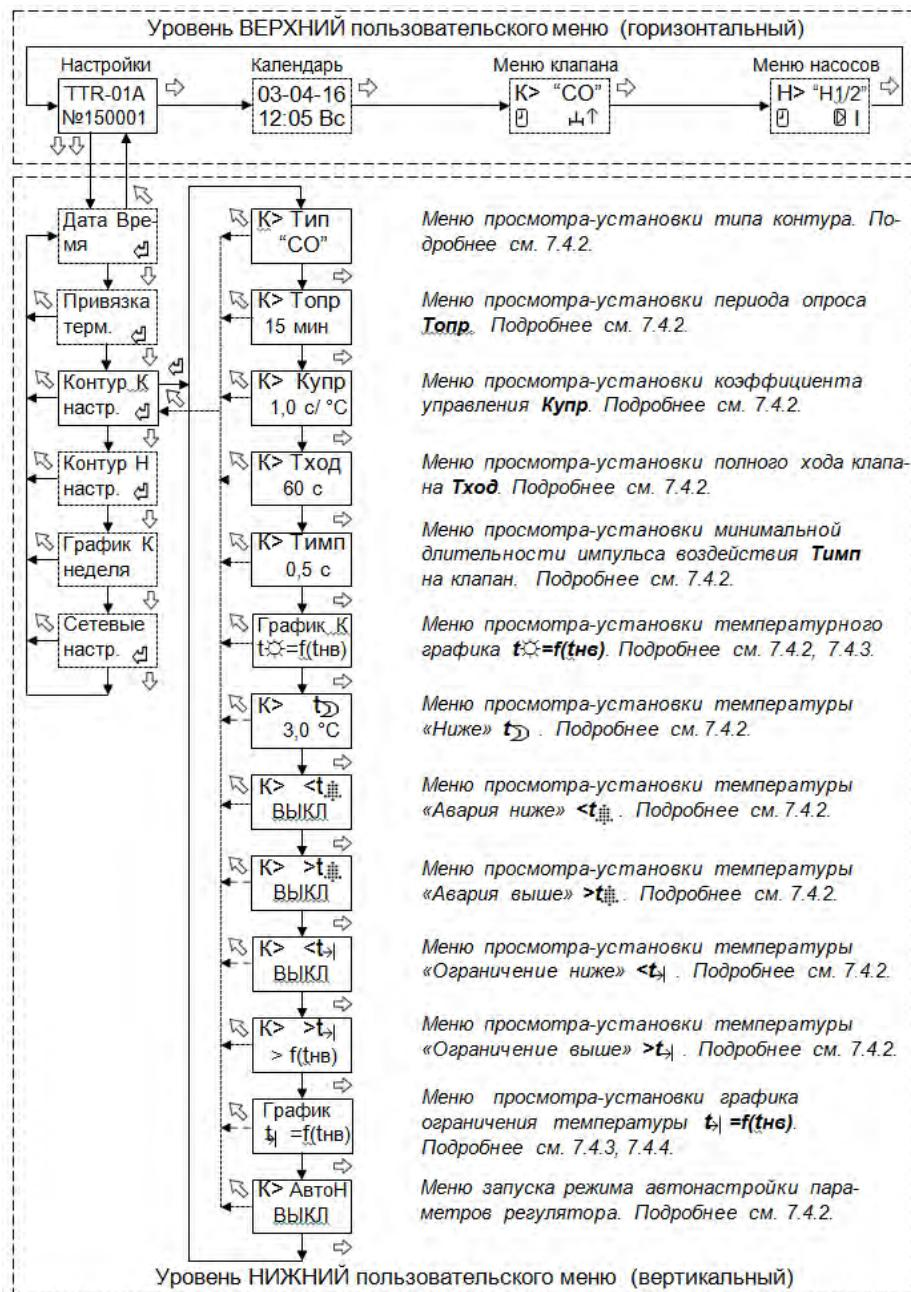

Рисунок 4 - Структура меню настройки параметров системы отопления
7.4.3 Для просмотра-установки температурного графика регулирования необходимо войти с помощью нажатия кнопки “” (см. рисунок 4) в меню «График $t=f(\text{нв})$ ».